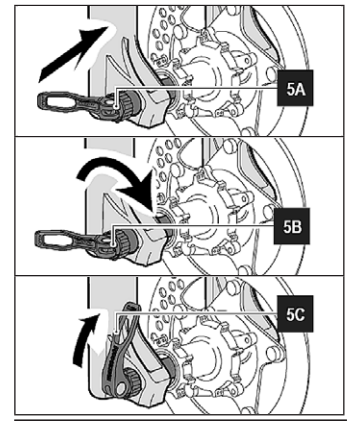

Рис. 5
- Установите колесо таким образом, чтобы ось совпала с крепежами вилки (См. 5А Рис. 5).
- Начните установку оси с правого зажима колеса. (См. 5А Рис. 5).
- При открытом рычаге эксцентрика туго затягивайте ось по часовой стрелке (см. 5В Рис. 5).
Таким образом, колесо правильно зафиксировано в вилке. (См. 5С Рис. 5).
- Убедитесь, что рычаг находится в нужном положении, что обеспечивает правильное крепление оси, и что она не станет причиной проблем во время использования. (см. 5С Рис. 5).